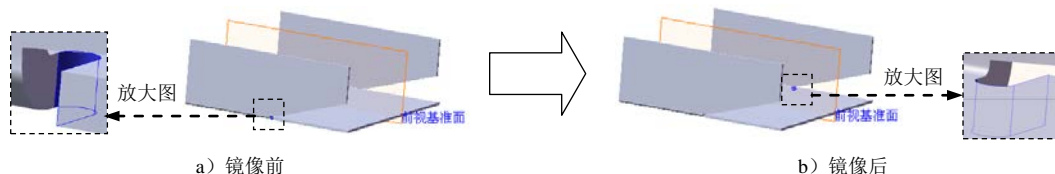

图 9.21 镜像 2
Step7. 创建图 9.21 所示的镜像 2。
- (1) 选择命令。选择下拉菜单 **插入(I)** → **阵列/镜向(E)** → **镜向(M)...** 命令。
- (2) 定义镜像基准面。选取前视基准面作为镜像基准面。
- (3) 定义镜像对象。选择切除一拉伸 1 作为镜像 2 的对象。
- (4) 单击 按钮，完成镜像 2 的创建。